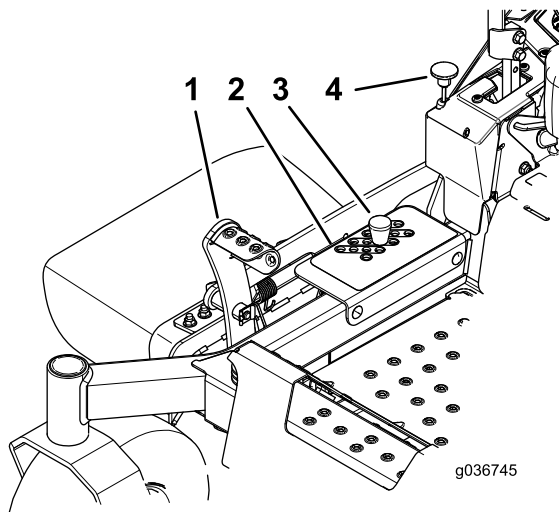

Figure 29
TRANSPORT (qui est aussi la position de hauteur de coupe de 127 mm), comme montré à la Figure 29.
3. Retirez l'axe du support de hauteur de coupe (Figure 29).
4. Placez la goupille dans le trou du support correspondant à la hauteur de coupe voulue (Figure 29).